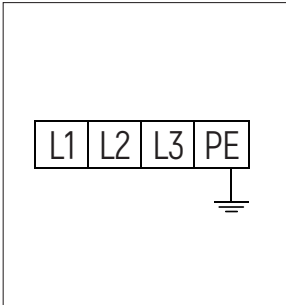

图 6
- 电源线连接: 将 400V 三相四线制电源线 ($3 \times 2.5\text{MM}^2 + 1 \times 1.5\text{MM}^2$ 电缆线) 接入控制台 L1、L2、L3 及进线端子上, PE 接地线接于接地标示螺栓上, 再连接至两平台底部接地标示螺栓上 (图 6)